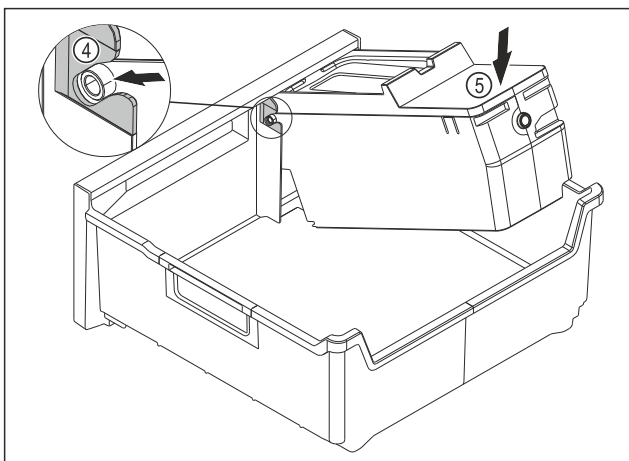

Fig. 80
- ▶ Смонтируйте корпус EasyTwist-Ice: Вставьте оси корпуса EasyTwist-Ice в направляющие Fig. 80 (4).
- ▶ Вдавите корпус EasyTwist-Ice Fig. 80 (5) вниз.